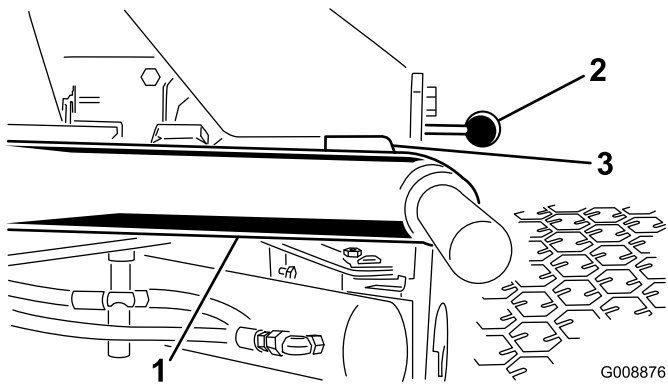

図 11
1. エンジンを始動し、カッティングユニットを上昇させ、各昇降アームとフロア・プレート・ブラケットの間のすきまが 5~8 mm になっていることを確認する (図 11)。